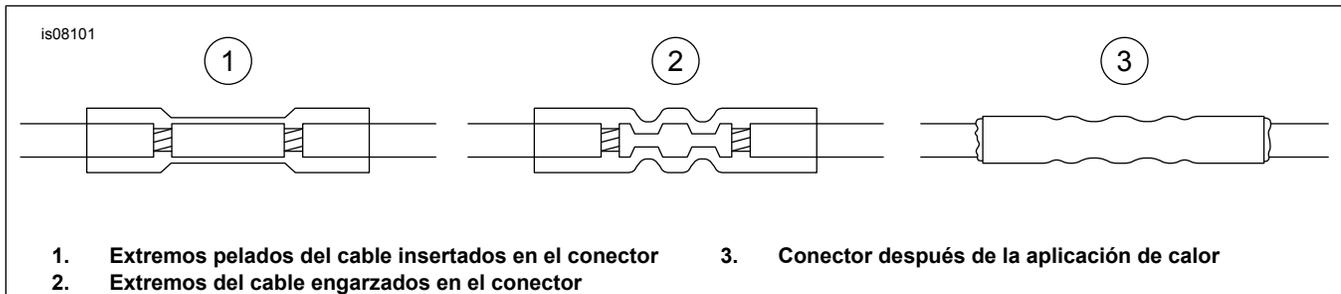

Figura 2. Conectores de empalme plano sellado instalados
- f. Vea Figura 2. Inserte cada extremo dentro de los extremos opuestos de un conector de empalme plano.
- h. Vea Figura 2. Usando una UltraTorch UT-100 (H-D-39969), una pistola de calor Robinair (H-D-25070) con el accesorio de contracción por calor (H-D-41183) o cualquier otro dispositivo de calentamiento radiante, caliente el empalme engarzado para encapsular la conexión de empalme plano. Aplique calor del centro del engarce hacia afuera sobre cada extremo hasta que el sellador derretido salga de ambos extremos del conector.